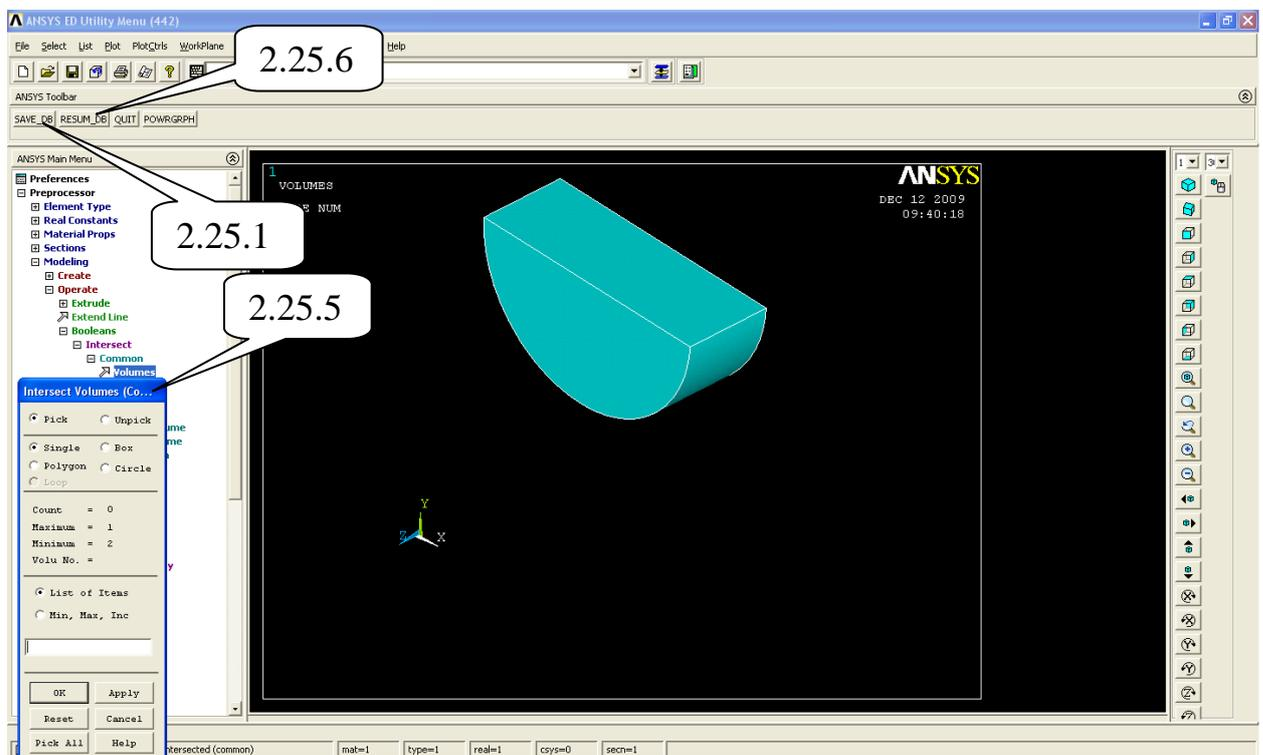

Рисунок 1.23 – Часть, принадлежащая всем объемам
2.25.5 «PrPr → Operate → Booleans → Intersect → Common → Volumes → Pick All»(обратите внимание на то, что осталась только общая часть объемов, существовавших до выполнения булевой операции «Intersect»)(рисунок 1.23).